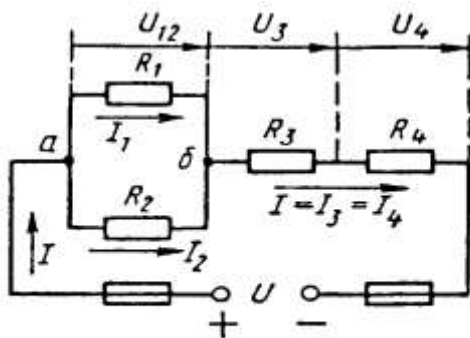

Рис. 1
Цепь постоянного тока со смешанным соединением состоит из четырех резистором. Заданы схема цепи (рис. 1), значения сопротивлений резисторов:
2) обозначим токи I_1, I_2, I_3, I_4 на (рис. 1) стрелками и определим их значения из формулы мощности:
Формулировка закона: алгебраическая сумма токов в узловой точке равна нулю. Математическая запись для узла б схемы цепи рисунок 1: